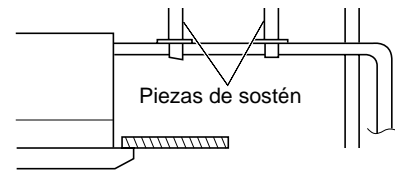

Fig. 3-42
- No someta las tuberías de condensados a esfuerzos por el lado de la unidad. El tubo no debe colgar en el vacío, sino estar enganchado a la unidad en su punto de conexión. Fije el tubo a una pared, un marco o a cualquier soporte lo más cerca posible de la unidad. (Fig. 3-42)